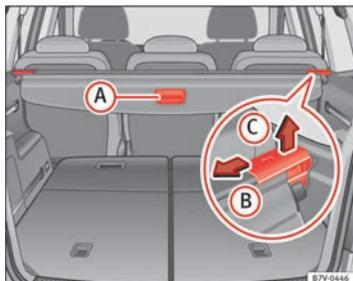

Fig. 91 En el maletero: bandeja del maletero.
- Tire de la maneta de la bandeja ⇒ fig. 91 (A) un poco hacia atrás.
- Presione la bandeja en el sentido que indica la flecha ⇒ fig. 91 **(B)**.